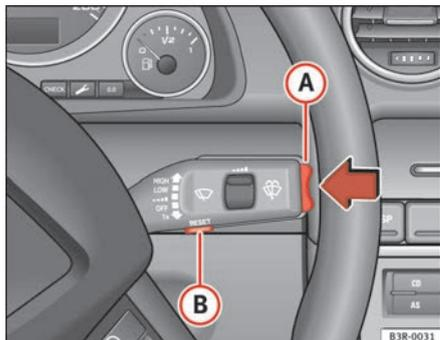

Fig. 63 Levier d'essui-glace : touche Reset et commande à bascule
Les fonctions de la touche **Reset** (B) ⇒ fig. 63 et de la **commande à bascule** (A).